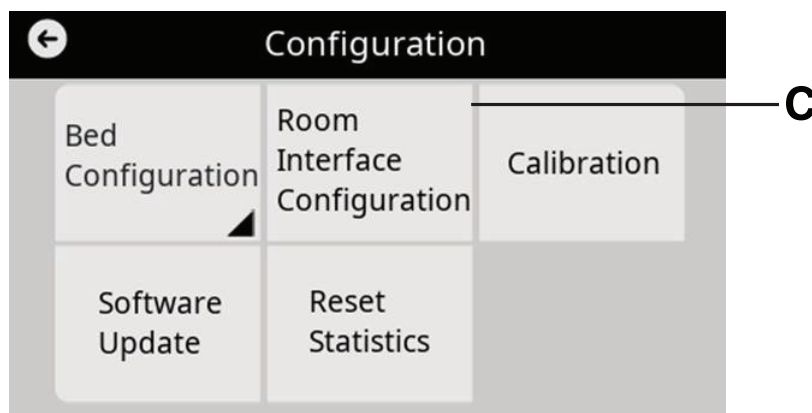

図 6 – ProCuity設定メニュー
4. 設定メニューで、部屋のインターフェース設定 (C) を選択します (図 6)。